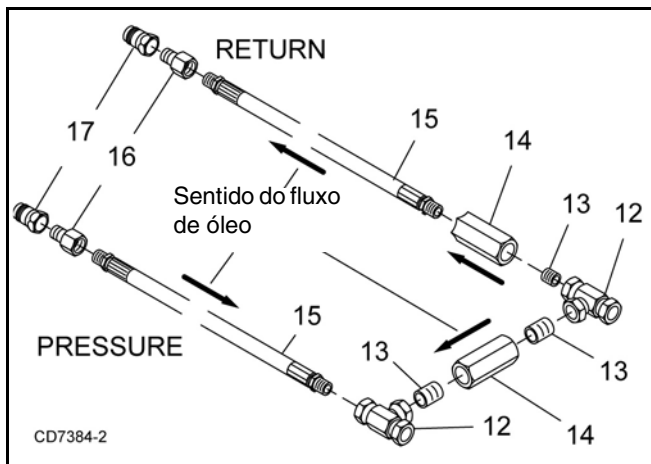
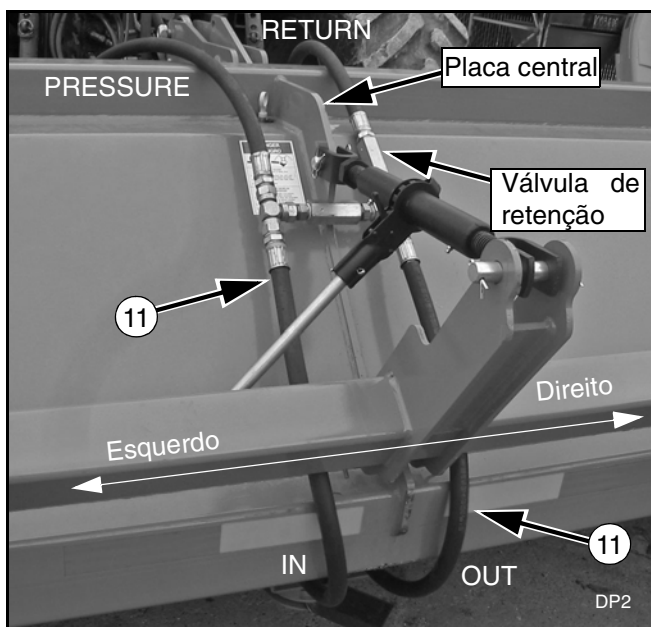

Figura 60. Conjunto da mangueira
Figura 61. Passagem da mangueira
1. Conecte o acoplador rápido macho (17) e o adaptador (16) à extremidade da mangueira (15). Conecte o T (12) à extremidade oposta da mangueira.
2. Conecte o acoplador rápido macho (17) e o adaptador (16) à extremidade da segunda mangueira (15). Conecte a válvula de retenção (14), o nipple (13) e o Tê (12) à extremidade oposta da mangueira.
OBSERVAÇÃO: Verifique se a seta indicadora de fluxo no lado da válvula de retenção (14) está apontando para o sentido correto. Consulte a Figura 60
3. Instale a válvula de retenção (14) e os dois nipples (13) entre os dois Tês (12).
4. Coloque o conjunto da mangueira em torno da placa central do triturador e disponha os acopladores rápidos sobre a parte dianteira do triturador. Consulte a Figura 60 e a Figura 61.